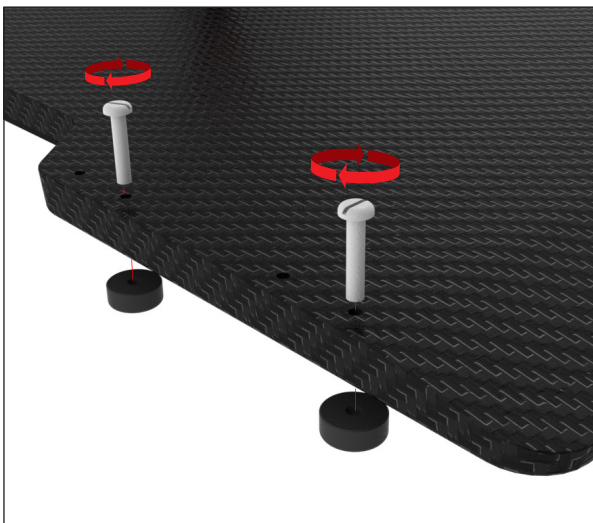

Abb. 18
2. Befestigen Sie verbleibenden 2 Zentrierscheiben auf der gegenüberliegenden Seite der ersten beiden Scheiben in den entsprechenden Löchern mit jeweils einer (1) ¼-20 x 1 ¼-Zoll-Schraube (Abb. 18).